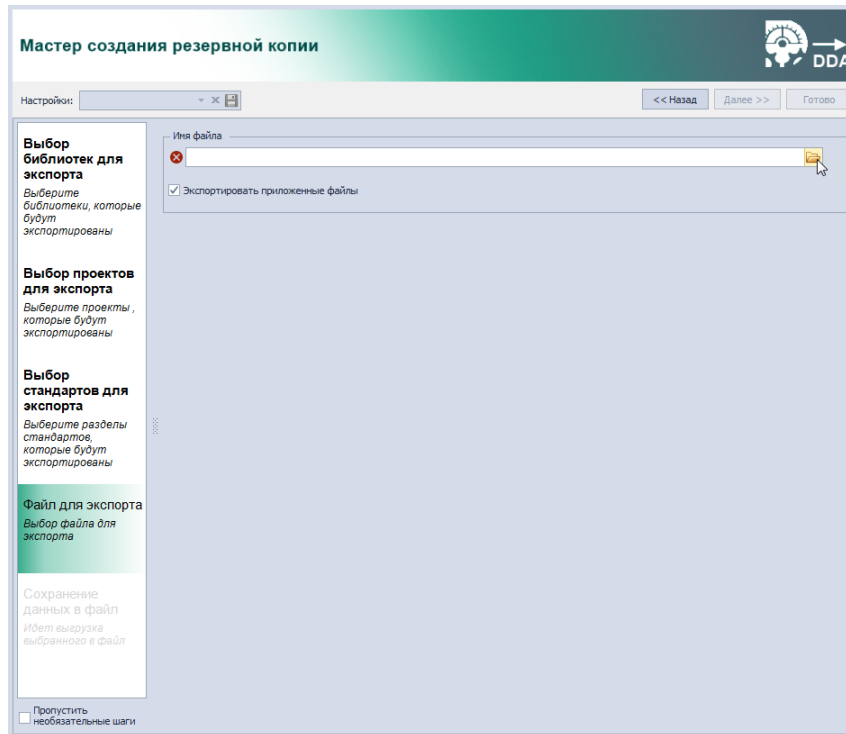

Рис. 75 Указание пути, по которому будет сохранена создаваемая резервная копия
5. В открывшемся окне нажмите значок  и выберите путь, по которому будет сохранена создаваемая резервная копия, см. Рис. 75.